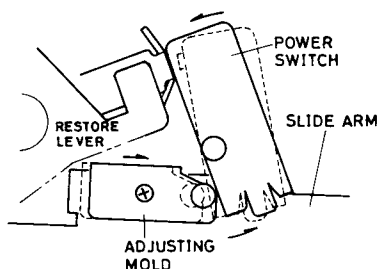

Fig. 4
1. Adjust the position of the mold on the slide arm so that the mold pushes* the power switch immediately before the slide arm reaches the initial position after the returning operation of tone arm has been completed. See Fig. 4.
1. Ajuster la position de la butée de réglage de synchronisation du coulisseau de façon que la butée presse* l'interrupteur juste avant que le coulisseau n'atteigne sa position d'origine lorsque le bras de lecture a terminé sa course de retour. Voir Fig. 4.